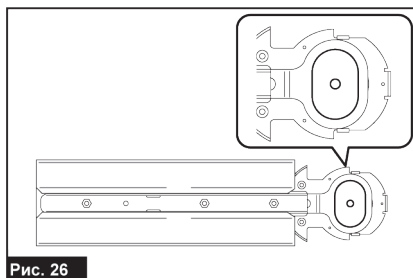

Рис. 26
5. Сдвиньте режущие ножи таким образом, чтобы отверстие на плите основания было совмещено с кольцами с отверстиями для режущих ножей (рис. 26).